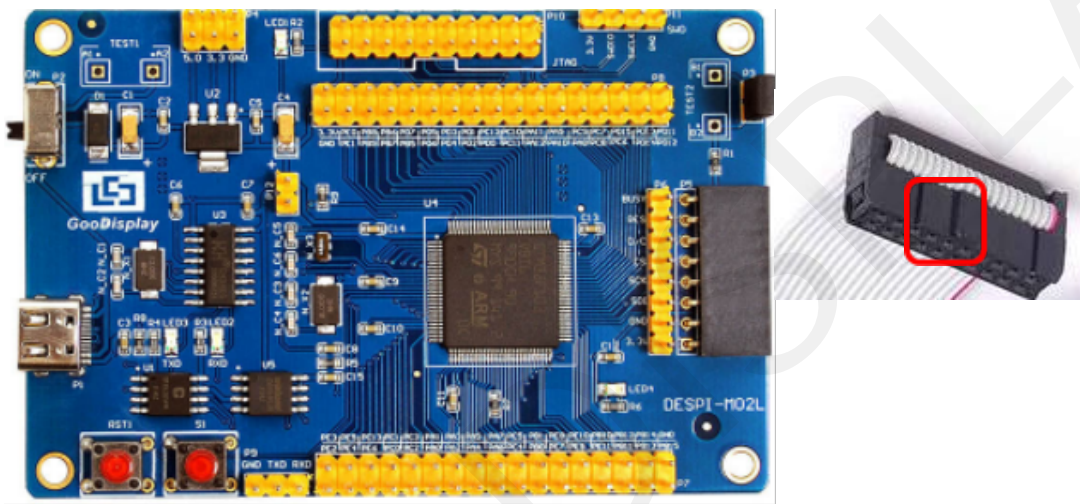

图6 仿真器排线接口凸起及JTAG接口缺口
- 1) 将仿真器连接到主板JTAG接口上（注意将图6仿真器排线接口的凸起部分对准JTAG接口的缺口方向），另一端连接计算机USB口；